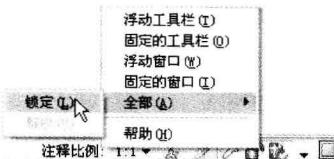

图 1-6 “锁定”按钮和菜单
(5) 选择“窗口”→“锁定位置”→“全部”→“锁定”命令,或单击状态栏上的“锁定”按钮,调出“锁定”菜单,如图 1-6 所示。在该菜单中单击需要锁定的选项,锁定工具栏和命令面板的位置,防止它们意外地移动。“锁定”按钮的图标 表示为锁定状态,图标 表示为未锁定状态。
(6) 选择“工具”→“工作空间”→“将当前工作空间另存为”命令,或在“工作空间”工